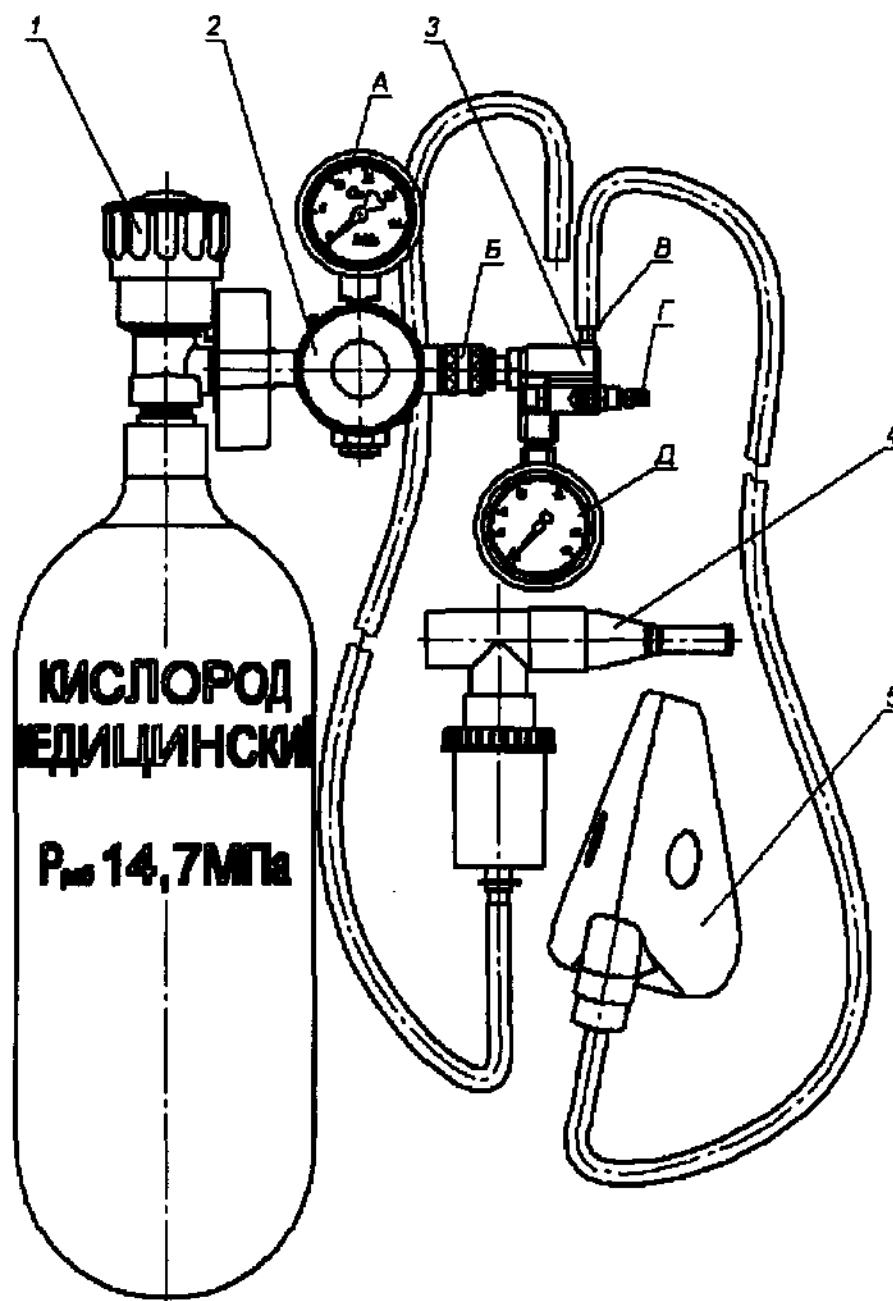

Рисунок 5 – Ингалятор кислородный КИ-Р7
2.6.1 Порядок включения ингалятора (рисунок 5)
2.6.2 Работа в режиме кислородной терапии (рисунок 5)
2.6.3 Работа в режиме аэрозольной ингаляции (рисунок 5)